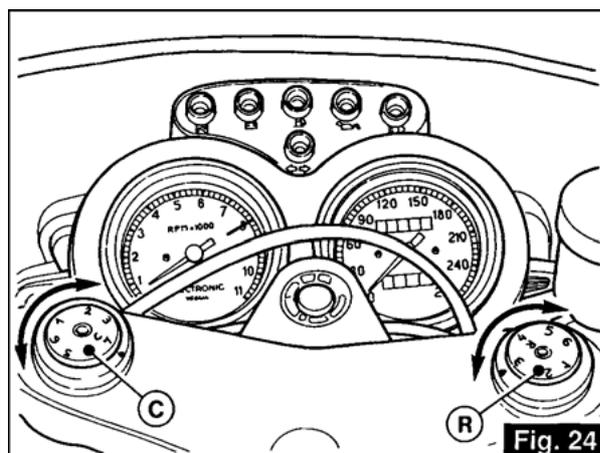

Fig. 24
5.5 RÉGLAGE DE LA FOURCHE TÉLESCOPIQUE RÉGLABLE (fig. 24)